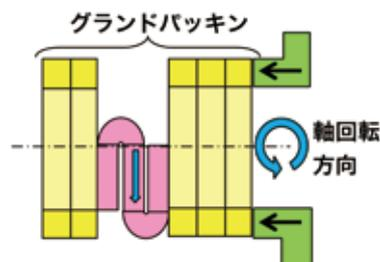

Figure6 軸の回転による隙間へのはみ出し(2)
- ③軸の回転によりはみ出しがさらに引きずり出されFigure6のような状態になる。